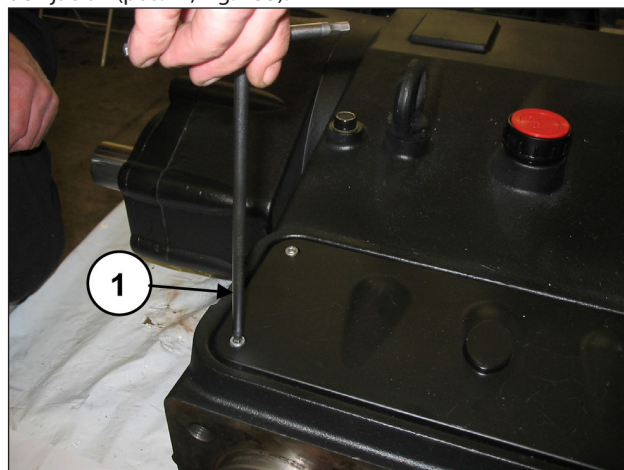

Fig. 133
Quitar la tapa de inspección superior aflojando los 4 tornillos de fijación (pos. ①, Fig. 133).